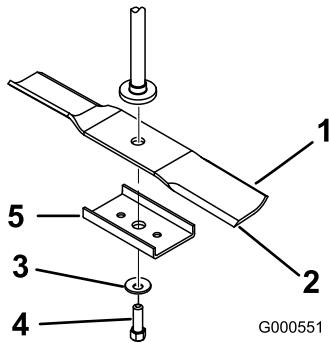

Figure 48
renfort (modèles de 42 pouces uniquement) et la lame de l'axe (Figure 48).
1. Placez la lame sur l'axe (Figure 48).
2. Montez le renfort (modèles de 42 pouces uniquement), la rondelle bombée (face concave vers la lame) et le boulon de lame (Figure 48).